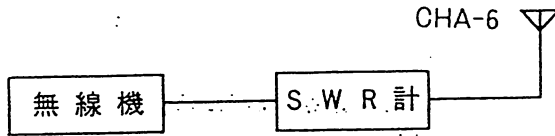

図5
- アンテナ(CHA-6)と無線機の間へ使用する周波数帯及び電力に適合するSWR計を図5のとおり接続します。